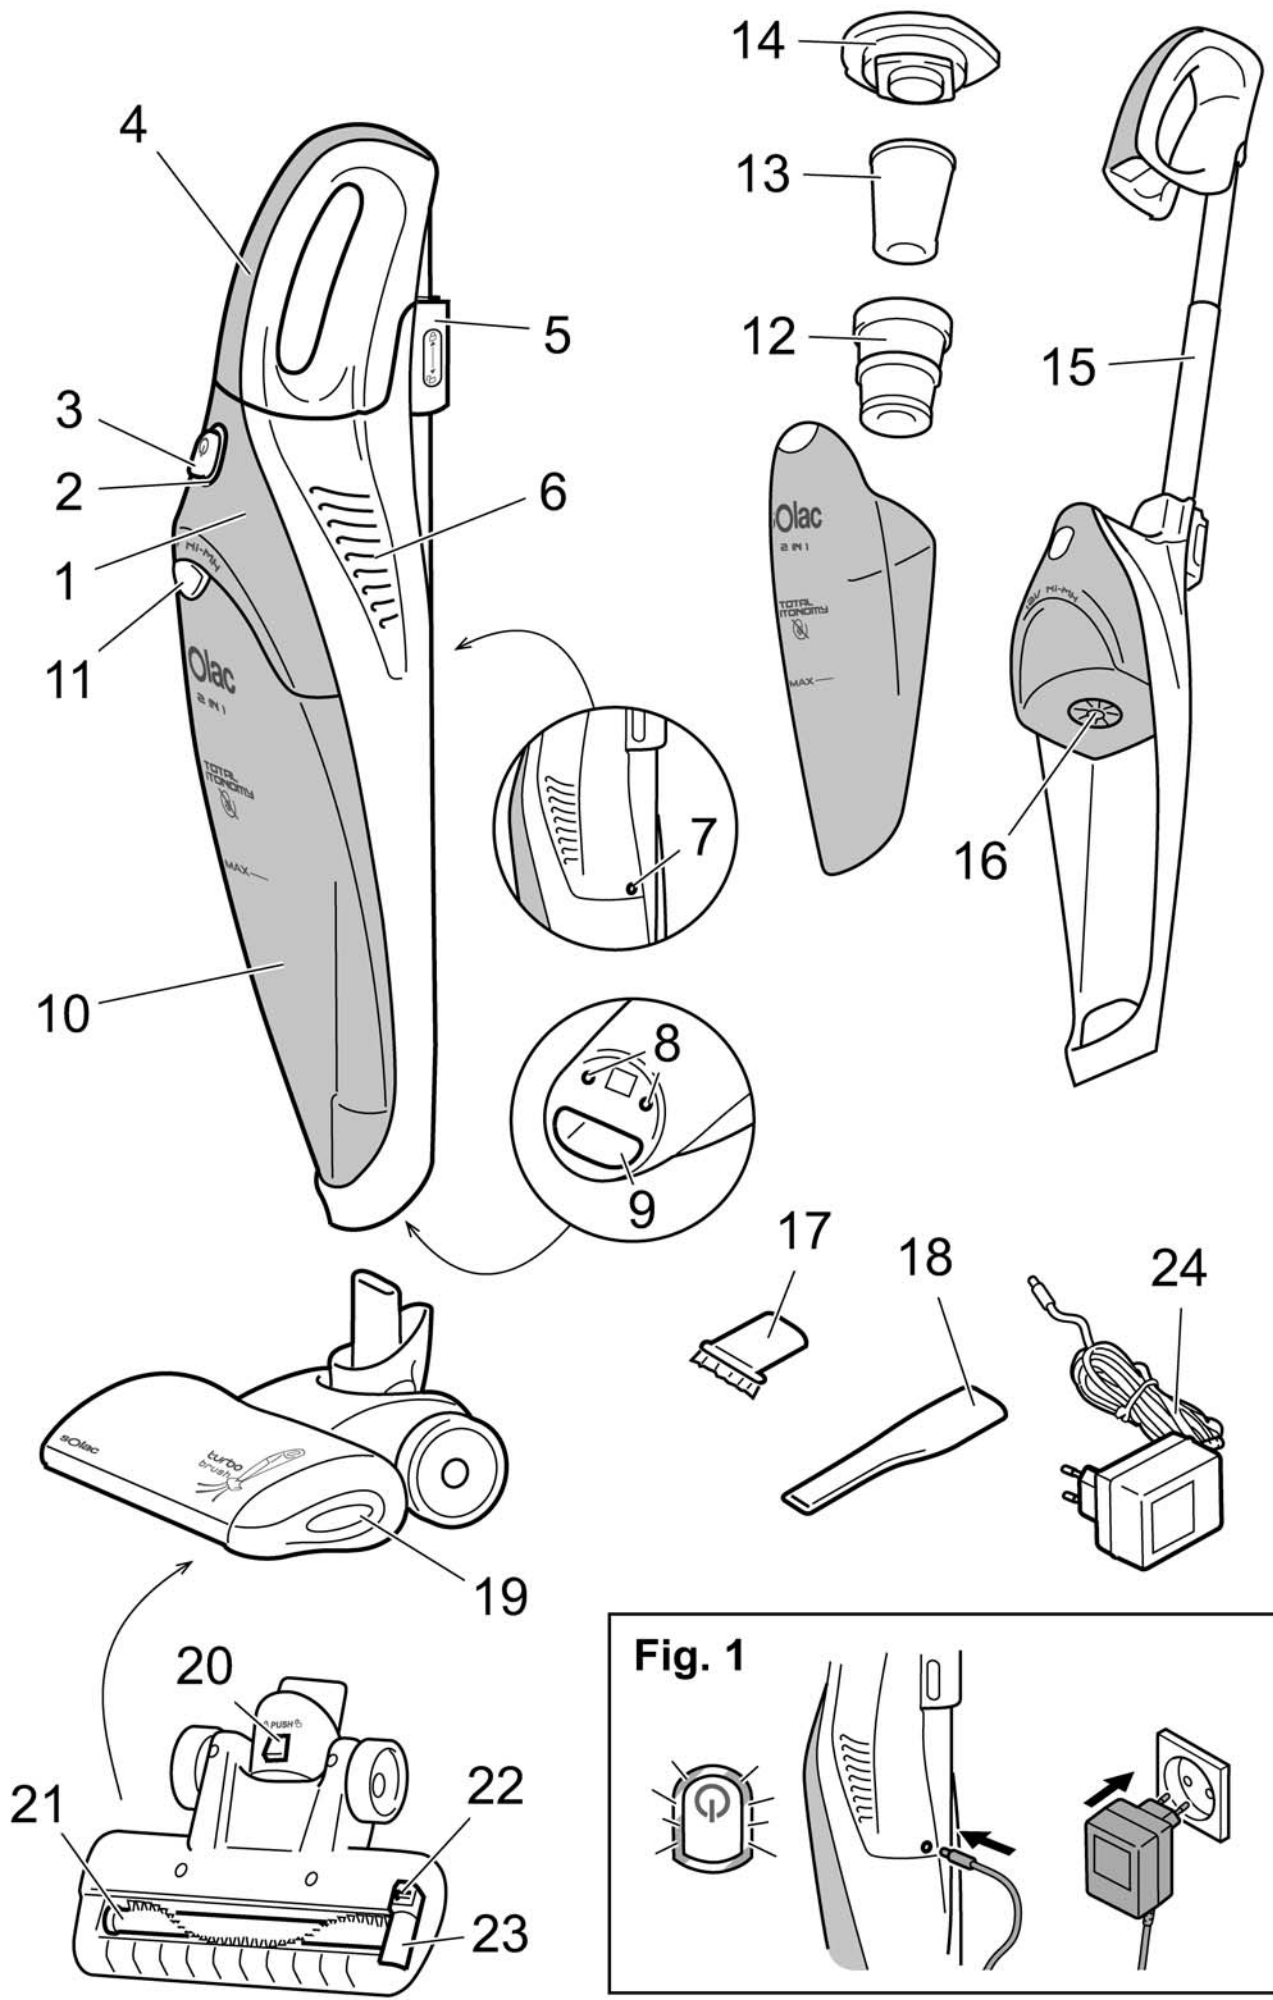

Fig. 2
- 1 Compruebe que el contenedor de polvo (10) y los filtros (12, 13, 14) están correctamente colocados. Vea el apartado siguiente (Limpieza y Conservación).
- 2 Seleccione el accesorio correspondiente, dependiendo del uso que vaya hacer de la aspiradora (fig. 2). Coloque el accesorio deseado en la boca de aspiración (9).